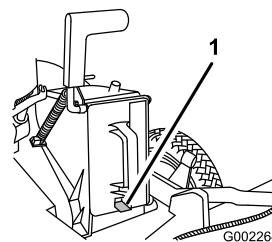

Figure 6
3. Poussez l'obturateur au maximum jusqu'à ce que le loquet à ressort situé au bas s'enclenche en position, et fixe fermement l'obturateur dans le conduit de l'éjecteur (Figure 6).